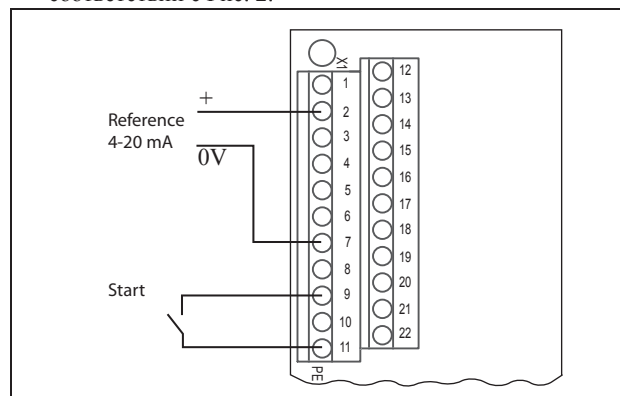

Рис. 2
14. Подключите цифровые и аналоговые входы/выходы в соответствии с Рис. 2.